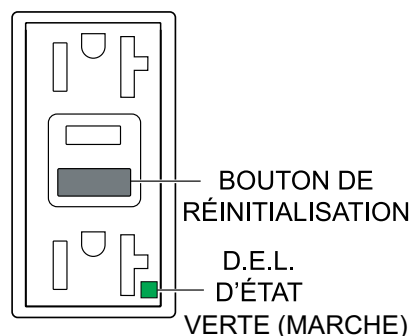

**Figure 77. Réceptacle GFCI (Restauration)**
5. Appuyez sur le bouton **RESET** (Figure 77) pour rétablir l'alimentation de la prise GFCI et vérifier que le voyant d'état est **ALLUMÉ (VERT)**.